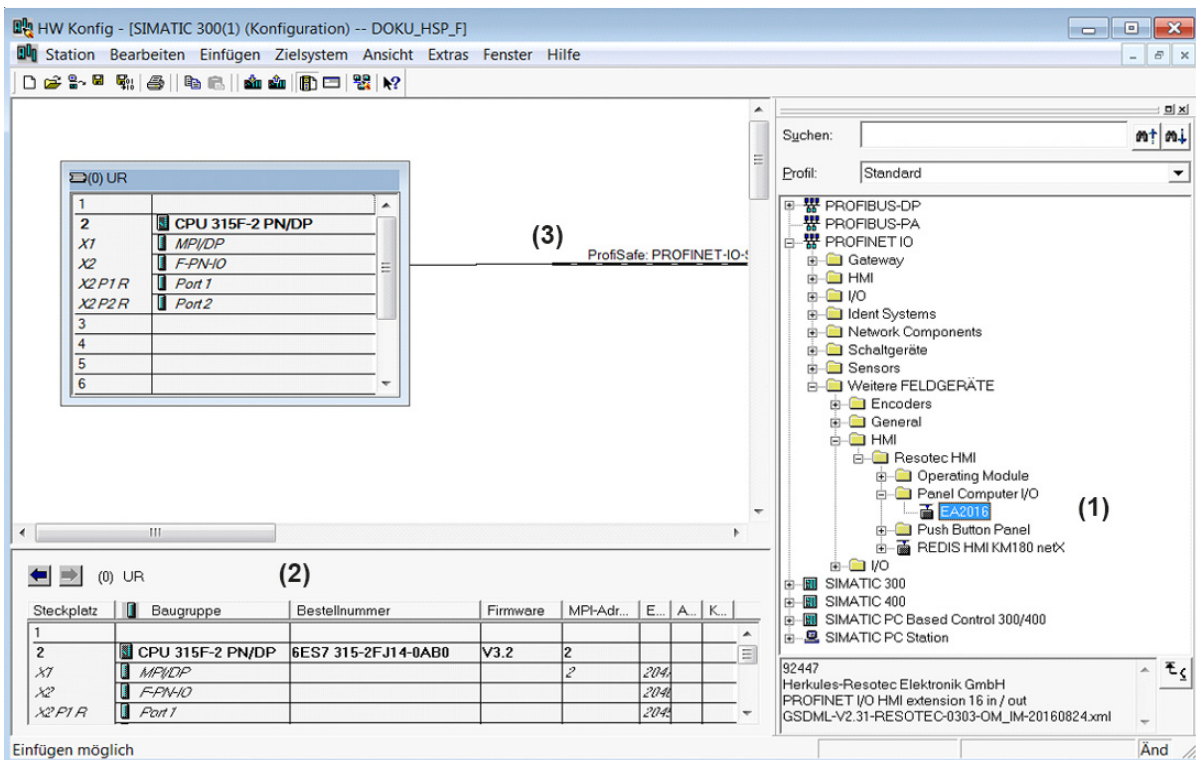

Abb. 5.1: HW Konfig EA2016
In der „HW Konfig“ wird über den Pfad, Abb. 5.1, „Profinet IO/Weitere Feldgeräte/HMI/Resotec-HMI/Panel Computer I/O...“ die EA2016 an den Profinet I/O Strang eingebunden und in der Katalogstruktur angezeigt (siehe Abb. 5.1, (1)).